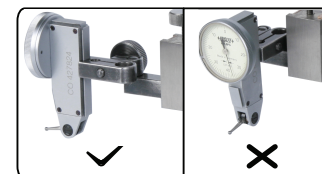

fig.2
- Installare correttamente il comparatore come indicato in fig.2.